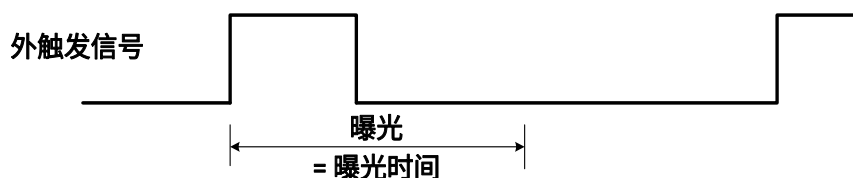

图 8-20 上升沿触发定时曝光模式时序图
- 如果启用上升沿触发，曝光会在触发信号上升时开始，一直持续到曝光时间结束，如图 8-20 所示